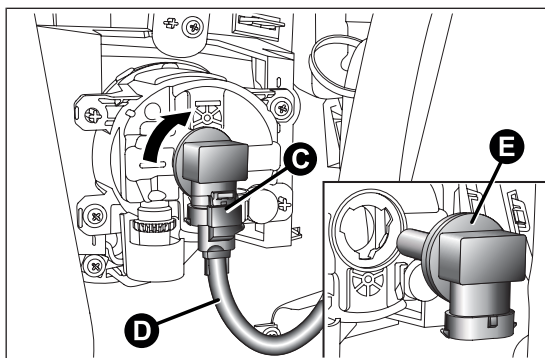

fig. 168
- ☐ agire sulla molletta C fig. 168 e scollegare il connettore elettrico D;